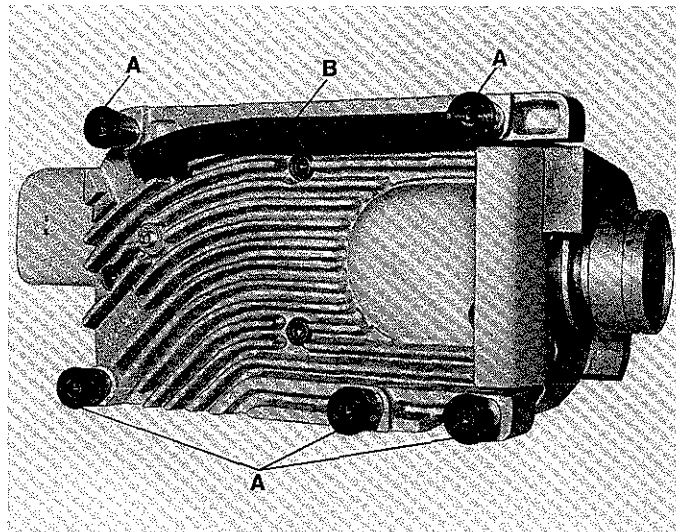

Fig.1
1. Install the machine on the sewing table, place the five rubber isolators (A, Fig. 1) and the rubber profile (B, Fig. 1) as shown.
1. Stellen Sie die Maschine auf den Nähtisch, platzieren Sie die fünf Gummipuffer (A, Fig. 1) und den Profilgummi (B, Fig. 1) wie gezeigt.